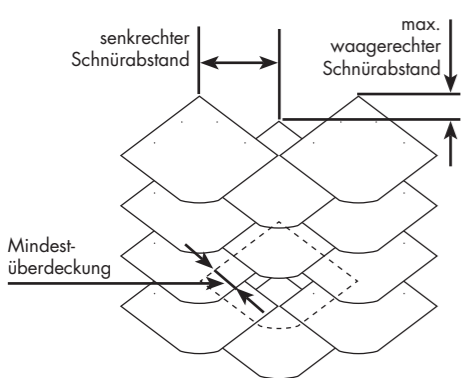
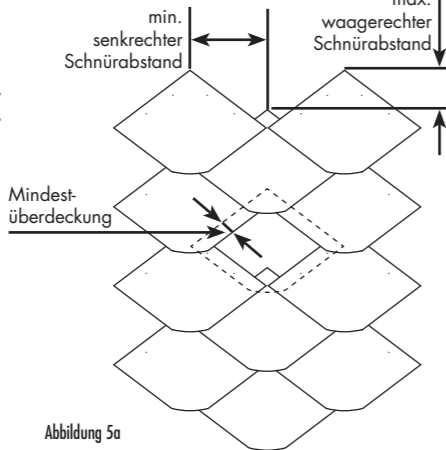
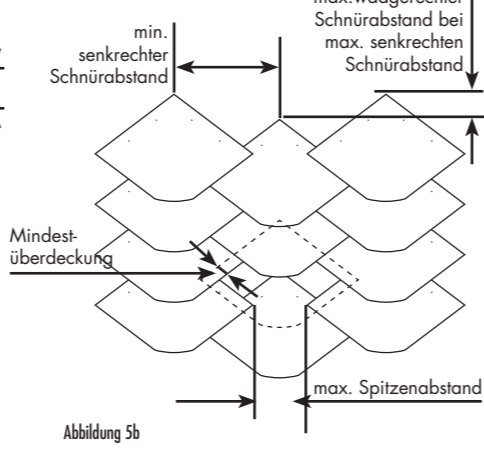

Abbildung 4
Abbildung 5a
Abbildung 5b
- 3.1 Die **UNIGENIAL** Deckung mit Schablonen wird so ausgeführt, dass die Decksteine im halben Verband verlegt werden und die abgerundeten Ecken nach unten zeigen (Abb. 4, 5a und 5b).
- 3.4 Bei Dachdeckungen stoßen die Spitzen immer zusammen (s. senkrechter Schnürabstand Abb. 4). Der maximale waagerechte Schnürabstand muss so gewählt werden, dass die rechtwinklig zur Schieferkante gemessene Mindestüberdeckung nicht unterschritten wird (Abb. 4). Die Werte für die Mindestdachneigung, die Mindestüberdeckung, den waagerechten und den senkrechten Schnürabstand sowie den ca. Stückzahlbedarf pro m² entnehmen Sie bitte der Tabelle 3. Bei Außenwandbekleidungen sind sowohl der waagerechte als auch der senkrechte Schnürabstand innerhalb gewisser Toleranzen variabel. Auf die Mindestüberdeckung (rechtwinklig zur Schieferkante gemessen) ist zu achten (Abb. 5a und 5b). Die Werte für die Mindestüberdeckung, den waagerechten und den senkrechten Schnürabstand **bei maximalem waagerechten Schnürabstand** (Abb. 5a) sowie den entsprechenden ca. Stückzahlbedarf pro m² entnehmen Sie bitte der Tabelle 4. Die Werte für die Mindestüberdeckung, den waagerechten und den senkrechten Schnürabstand **bei maximalem senkrechten Schnürabstand** (Abb. 5b) sowie den entsprechenden ca. Stückzahlbedarf pro m² entnehmen Sie bitte der Tabelle 5.
Werte für Dachdeckungen mit UNIGENIAL Schablonen in der UNIGENIAL Deckart bei max. waager. Schnürabstand (Abb. 4)
Werte für Außenwandbekleidungen mit UNIGENIAL Schablonen in der UNIGENIAL Deckart bei max. waager. Schnürabstand (Abb. 5a)
Werte für Außenwandbekleidungen mit UNIGENIAL Schablonen in der UNIGENIAL Deckart bei max. senkr. Schnürabstand (Abb. 5b)